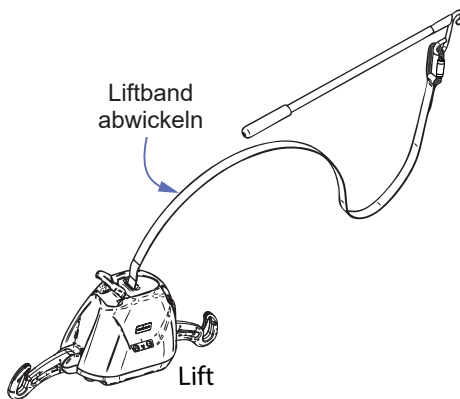

Fig. 5
2. Wickeln Sie eine ausreichende Länge des Befestigungsbands vom Lifter ab, um die Transportliege zu erreichen, ohne dabei den Lifter anheben zu müssen. Siehe Abb. 5.